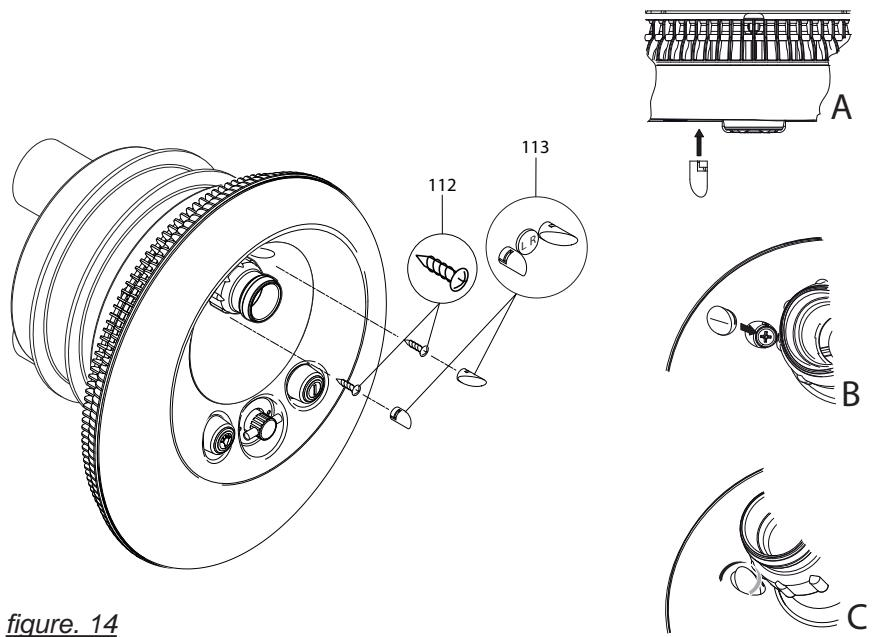

figure. 14
- 11) Fixer les caches vis (113) conformément à la figure 14 A-C dans le capot (110). Vérifier les emplacements des caches vis (L) à gauche et (R) à droite, pour éviter de les intervertir.